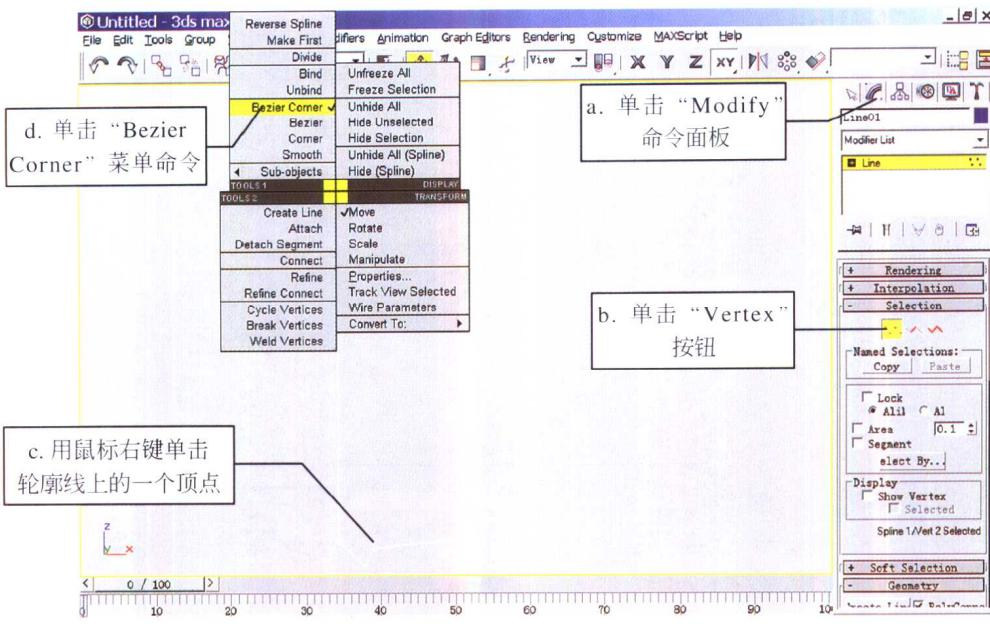

图 1-1-5
(5) 按下“G”键，取消网络显示，如图 1-1-5 所示。
(6) 选中罐身轮廓线。单击“Modify”（修改）命令面板，见图 1-1-5 中的 a。单击“Selection”（选择）卷展栏中的“Vertex”（顶点）按钮，见图 1-1-5 中的 b，进行顶点级的修改。
(7) 用鼠标右键单击轮廓线上的一个顶点，见图 1-1-5 中的 c。这时屏幕上出现了一个快捷菜单，单击其中的“Bezier Corner”（贝兹角点）菜单命令，见图 1-1-5 中的 d，自由调整曲线的曲率。